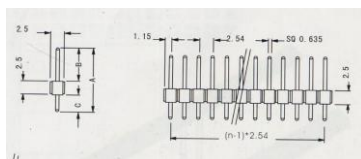

Рис. 9.5. Размеры штыревой вилки PLS
2. Создать посадочное место X3. Создается также с учетом размеров (рис. 9.5) и того факта, что разъем имеет 3 контакта.